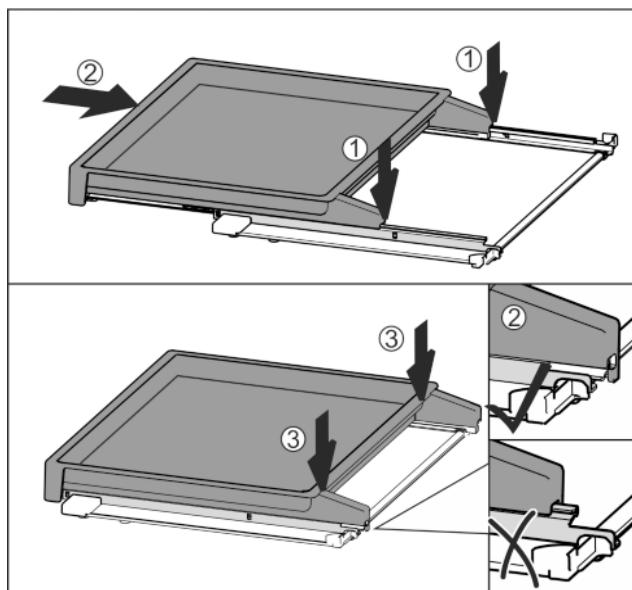

Fig. 38
- Установить по центру на направляющие Fig. 38 (1).
- Вставить вытяжную панель полностью Fig. 38 (2).
- Нажимать на задней стороне до тех пор, пока не будет слышна фиксация Fig. 38 (3).